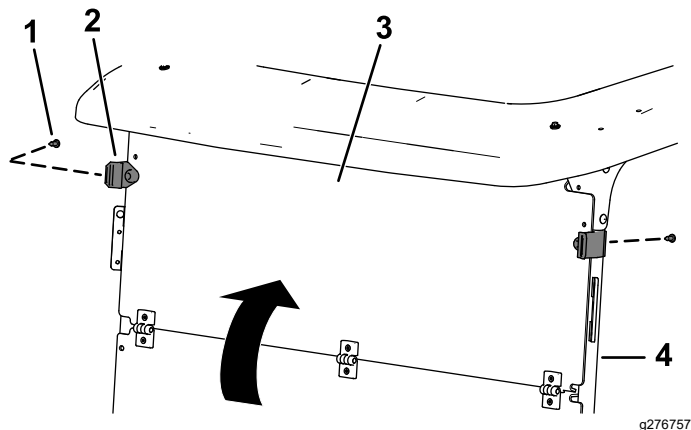

Bild 7
2. Klappen Sie die Windschutzscheibe auf und sichern Sie den oberen Teil der Windschutzscheibe an den Sonnendach-Stützrohren mit den 2 Gummiklemmen und den 2 kurzen Kunststoffnieten in den unteren Löchern (Bild 7).